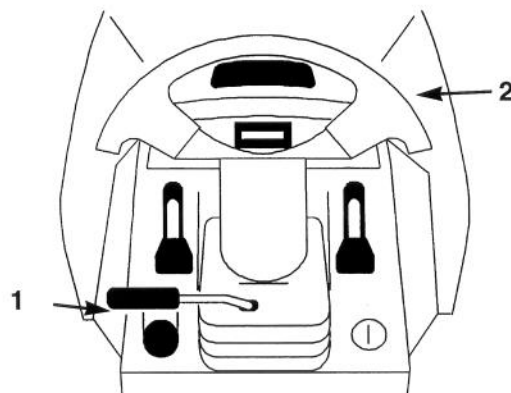

Bild 12
1. Den Kipphebel zum Entriegeln des Lenkrads anheben (Bild 12).